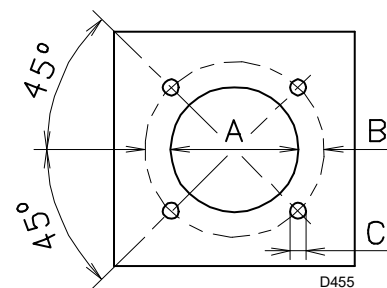

Рис. 14
Просверлите отверстия в плите, закрывающей камеру сгорания, как показано на Рис. 14 (Табл. J). Положение резьбовых отверстий можно разметить с помощью теплового экрана из комплекта горелки.
- Вставьте горелку в ранее подготовленное отверстие котла (Рис. 14) и закрепите ее при помощи винтов из комплекта поставки.